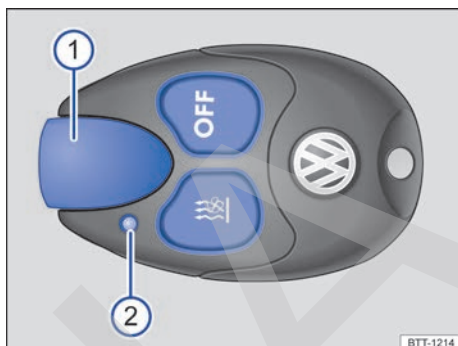

Fig. 250 Calefacción independiente: mando a distancia por radiofrecuencia.
- **Conectar:** pulse la tecla  → fig. 250. La calefacción independiente está conectada cuando el testigo de control se enciende aprox. 2 segundos en verde.